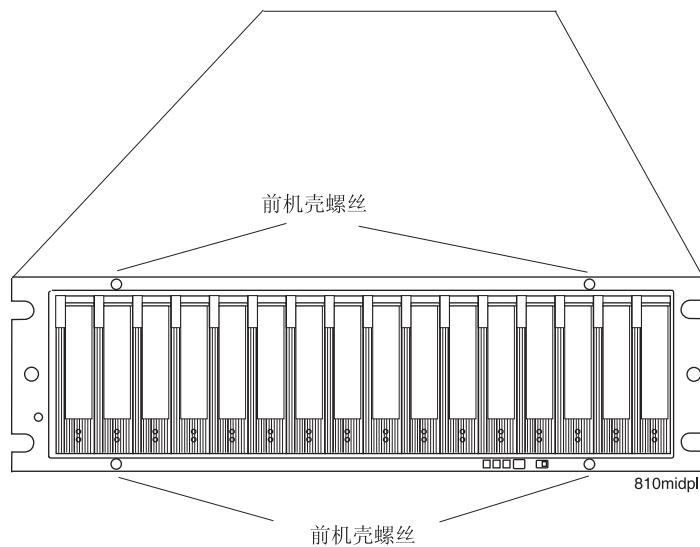

图 39. 前机架螺钉位置
10. 如图 39 中所示, 使用 1 号十字螺丝刀拧松中面板上的四颗前机架螺钉。
17. 拧紧四颗前机架螺钉。请参阅第 83 页的图 39。